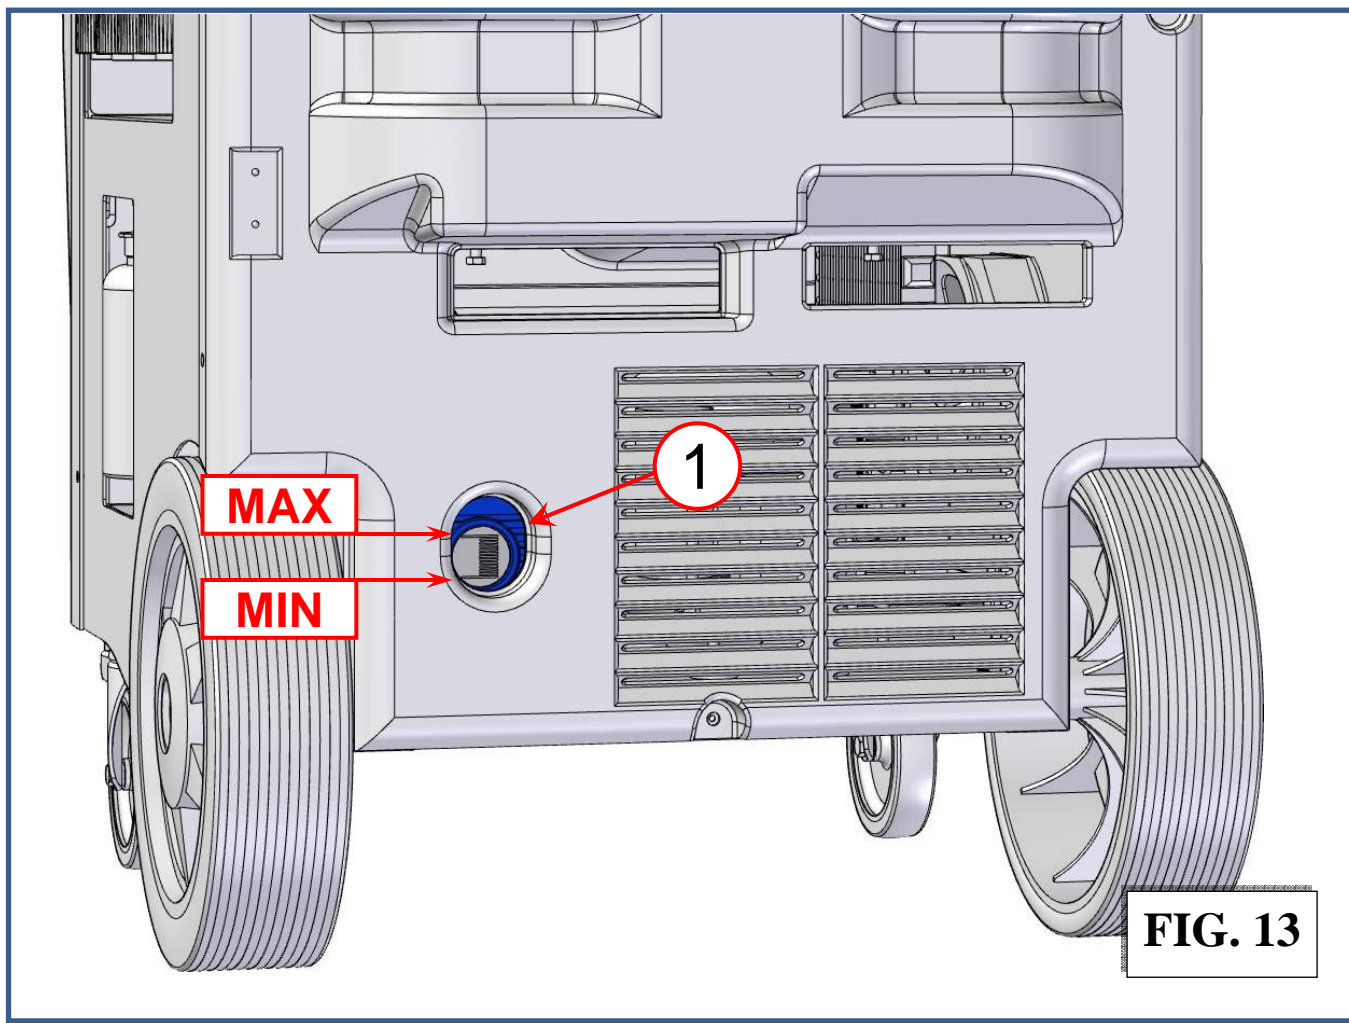

FIG. 13
- Verifique se o indicador de nível da bomba de vácuo (ref.1, Fig.13) está indicando, pelo menos, que a metade está cheia. Se o nível estiver mais baixo, coloque mais óleo como indicado na seção MANUTENÇÃO.